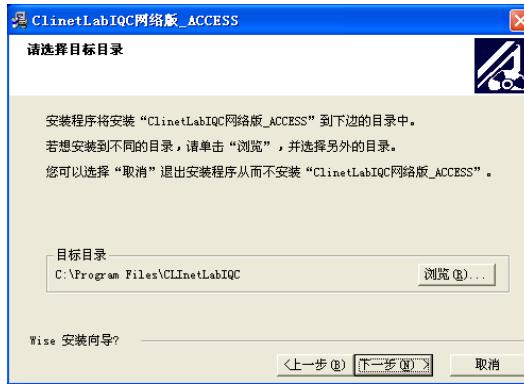

图 2-1-03 【请选择目标目录】对话框
4. 单击【下一步】按钮,，出现如图 2-1-03 所显示的【请选择目标目录】对话框.